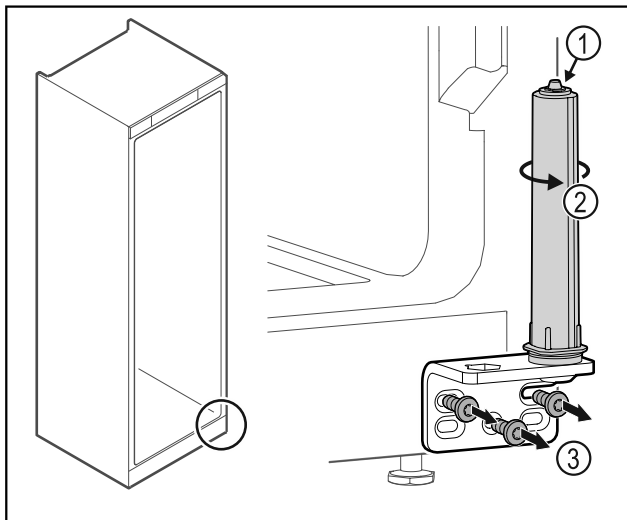

Fig. 35
- ▶ Ne szedje szét az ajtó zárrendszert Fig. 35 (1).
- ▶ Forgassa el a zárrendszert Fig. 35 (2), amíg az be nem kattann.
- ▶ Csavarozza le a csuklópántot Fig. 35 (3).